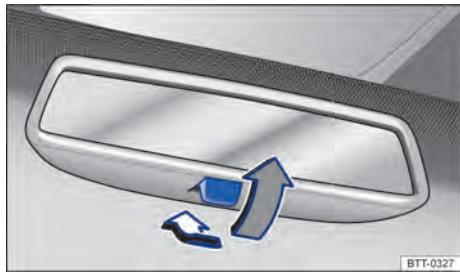

Fig. 80 No para-brisa: espelho retrovisor interno com antifuscante manual.
- Posição noite: puxar a alavanca → Fig. 80 (seta cinza), para evitar o ofuscamento dos faróis dos veículos que trafegam atrás.